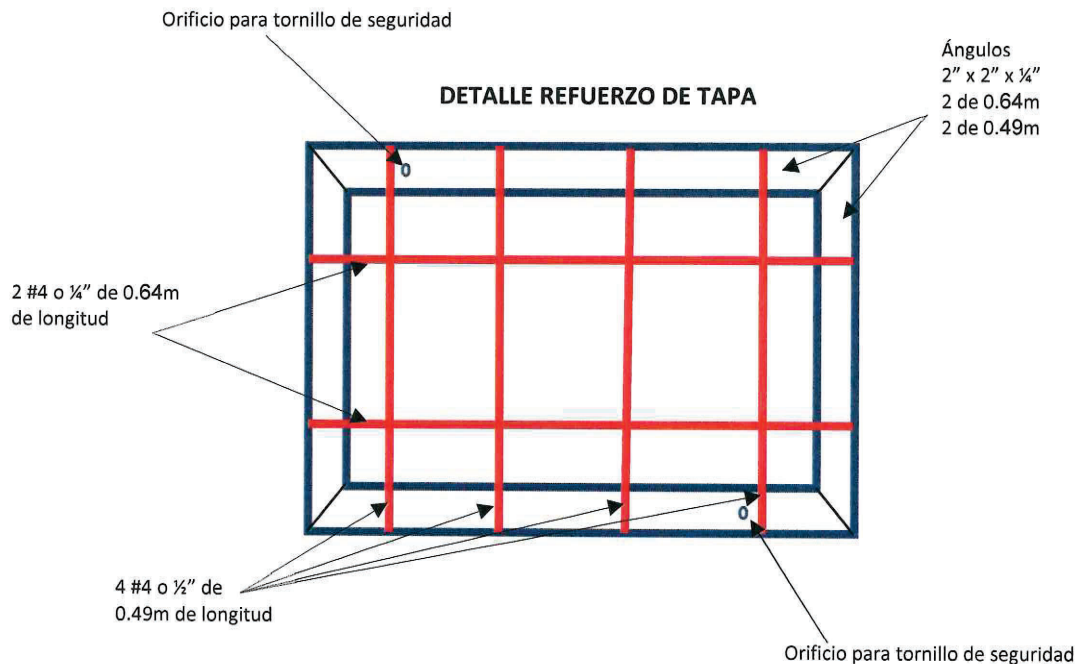

Imagen 7: Especificaciones para el detalle de refuerzo de tapa de registro#2.
- Para el registro2 fabricar tapa de concreto de 50 x 65cm con ángulo de acero de 2" X 2"x 1/4", reforzado en concreto y acero con orificio para tornillo de seguridad y con FC= 4000 psi. según las especificaciones en la imagen7.